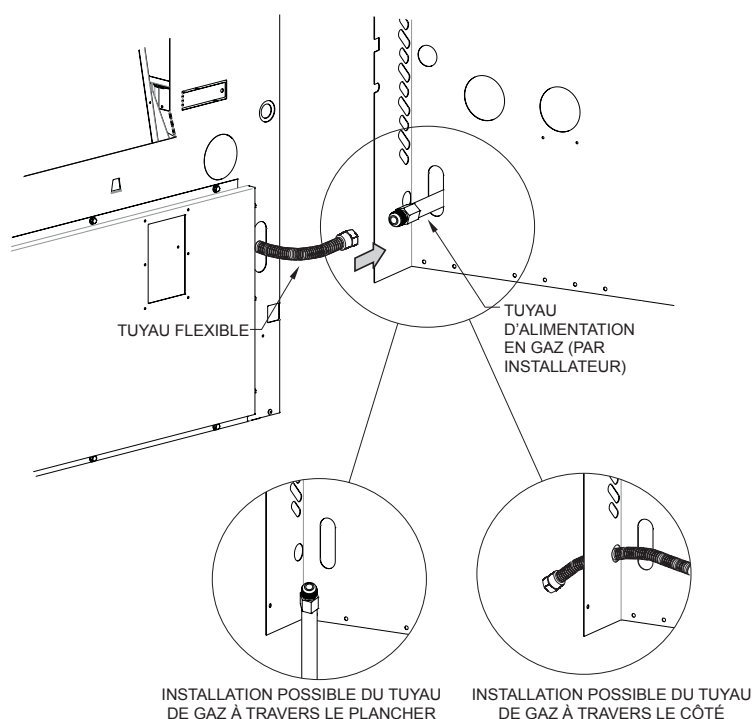

Figure 36
1. Tirer le tuyau de gaz souple installé à l'usine à travers l'orifice du panneau arrière. Voir Figure 36.
2. Raccorder le tuyau d'alimentation en gaz au tuyau de gaz souple. Vérifier que le tuyau souple n'est pas plissé après son raccordement au tuyau d'alimentation en gaz. Tout excédent de tuyau souple peut être repoussé dans l'appareil. Voir Figure 36.